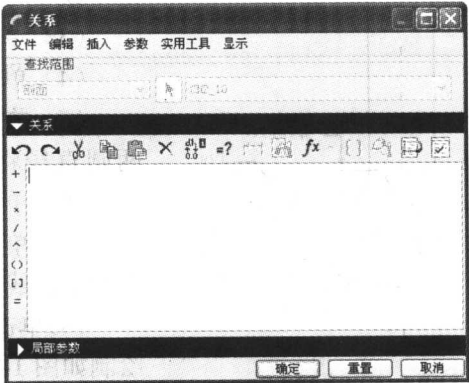

图 1-15 “关系”对话框
- 定义尺寸关系：执行“工具”/“关系”命令，打开如图 1-15 所示的“关系”对话框，即可对图元尺寸进行关系设置。